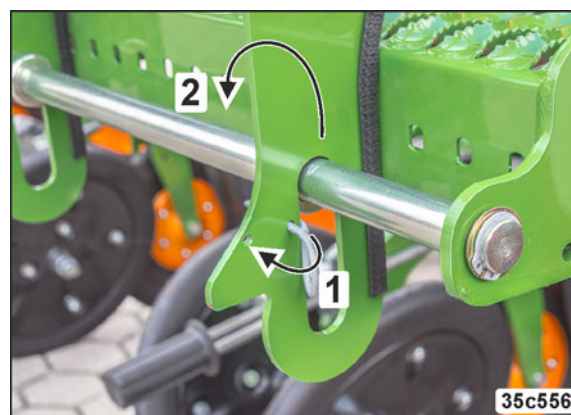

Рис. 240
- 3.1 Снимите пружинный зажим (Рис. 240/1).
- 3.2 Приподнимите ступеньку и откиньте вниз (Рис. 240/2).